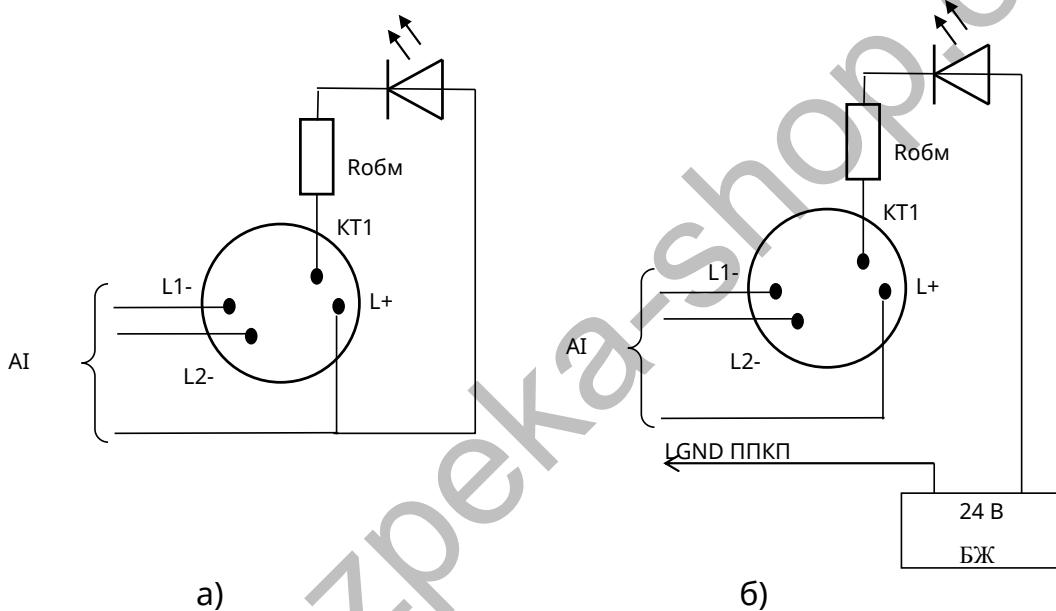

Рисунок 4 – Підключення ВПОС або світлодіода
5.2 Якщо за проектом до СПДА підключають ВПОС з живленням від АІ, то його мінусовий контакт з'єднують з гвинтовою клемою з маркованням «2» (КТ1), а плюсовий – гвинтовою клемою з маркованням «1» (L+) (рис.4а, наявність Робм залежить від типу ВПОС і його робочого струму). Замість ВПОС допускається підключення світлодіода через резистор Робм з опором не менше 10 кОм. Для ВПОС слід підбирати світлодіод з малим струмом споживання (близько 2 мА).
Якщо живлення пристроїв виносної індикації передбачають від зовнішнього БЖ, підключення до СПДА виконують за рис. 4б. Мінусовий дріт від БЖ підключають до клеми «LGND ППКП». Вихідна напруга БЖ повинна бути не більше 30 В і повинна забезпечувати робочий струм ВПОС.